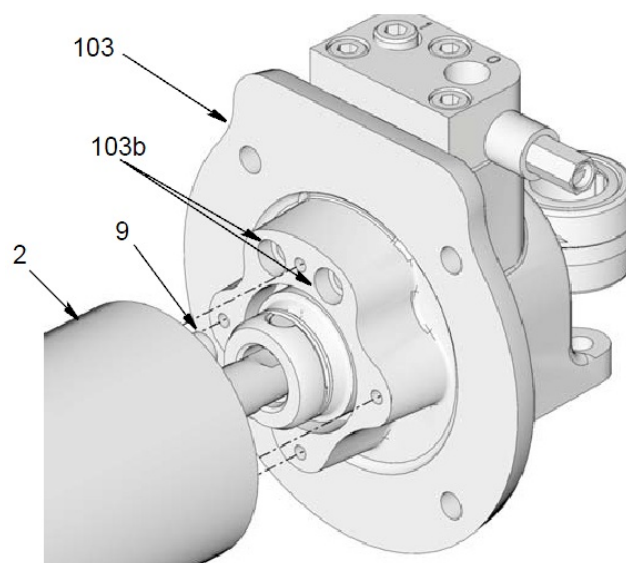

Рис. 39
23. Совместите два шайбовых уплотнений (9) в адаптере насоса (2) с двумя отверстиями (103b) в кронштейне (103) насоса коробки передач. Сдвиньте нижнюю часть насоса и компонент насоса вместе (рис. 39).